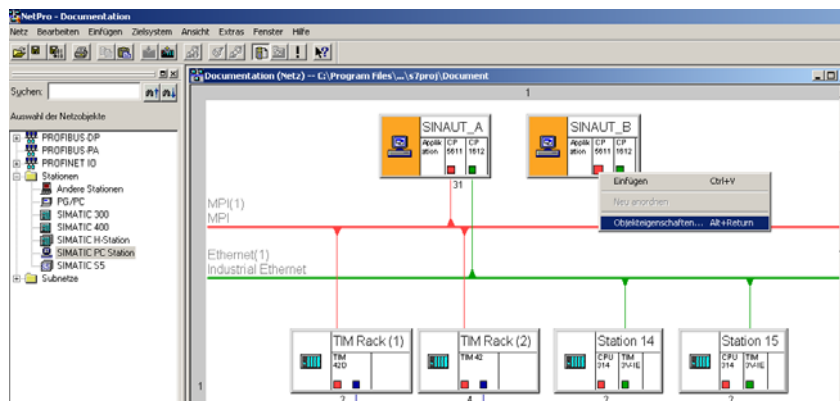

Bild 2-17 NetPro – Objekteigenschaften des MPI-Knotens anwählen
2. Wählen Sie im geöffneten Menü die Option *Objekteigenschaften..* (siehe Bild 2-17). Sie erhalten den Dialog *Eigenschaften – MPI Schnittstelle...*
11. Wählen Sie wie in Bild 2-17 im geöffneten Menü die Option *Objekteigenschaften..* Sie erhalten den Dialog *Eigenschaften - Ethernet Schnittstelle...*